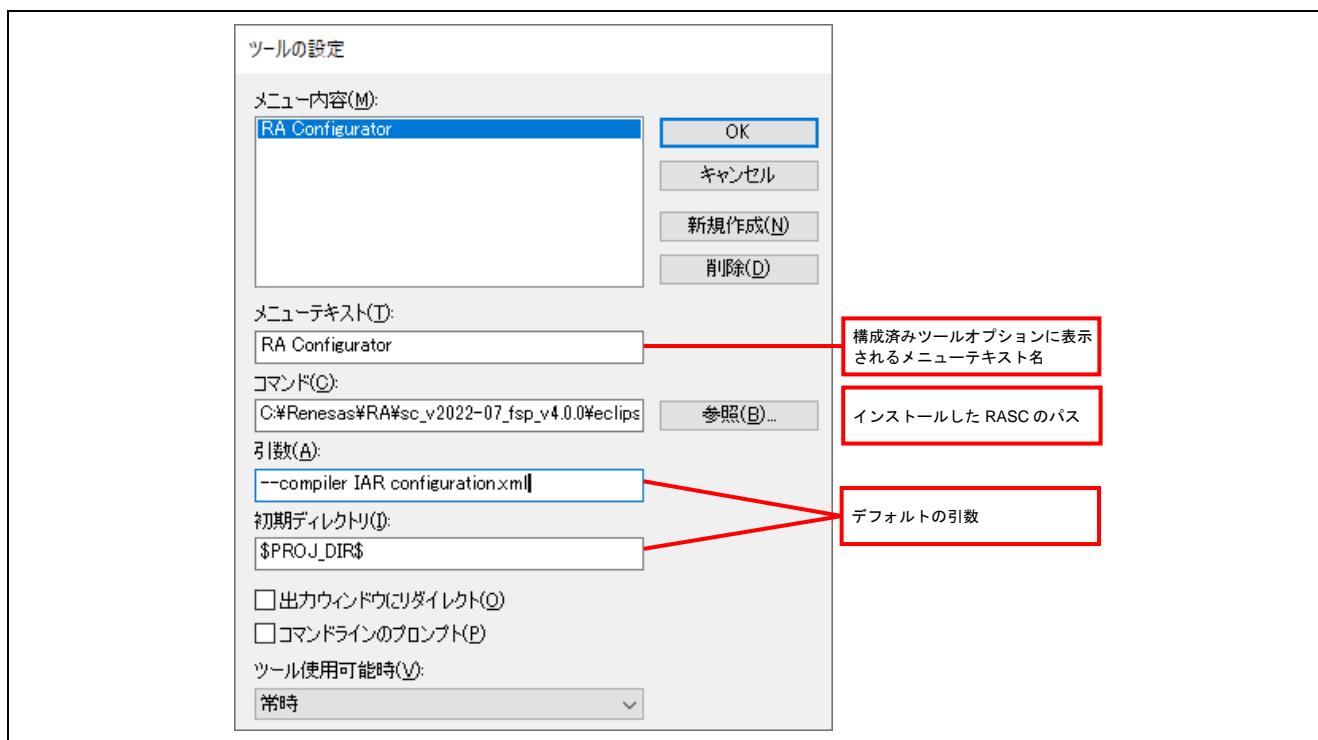

図 7 ツールの設定
1. [ツールの設定]→[新規作成]オプションをクリックすると、以下のウィンドウが表示されます。図 7 に示すように、関連するフィールドを設定します。
2. 以降で説明する内容を、図 7 に示すように[ツールの設定]オプションで設定します。